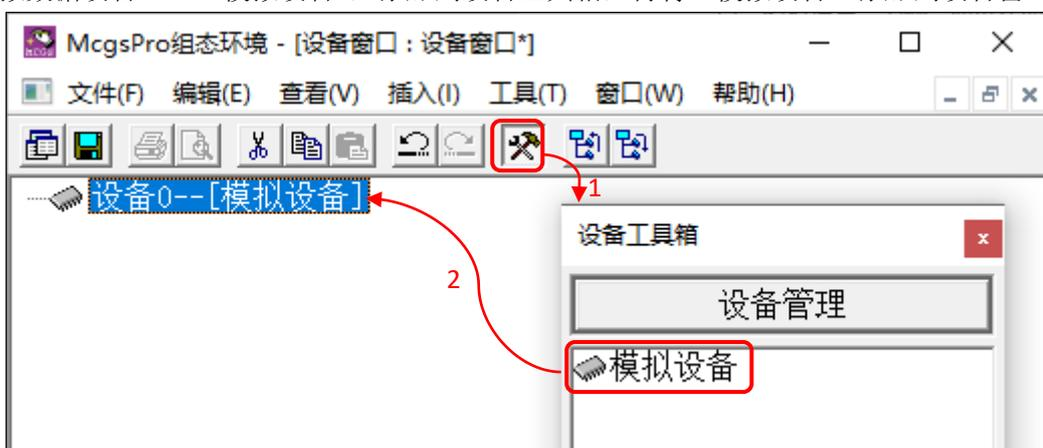

图 5.1-4 添加模拟设备
- ① 添加模拟设备：如图 5.1-4，新建工程，进入工程的“设备窗口”，将“设备管理”→“通用设备”→“模拟数据设备”→“模拟设备”，添加到设备工具箱，再将“模拟设备”添加到设备窗口。